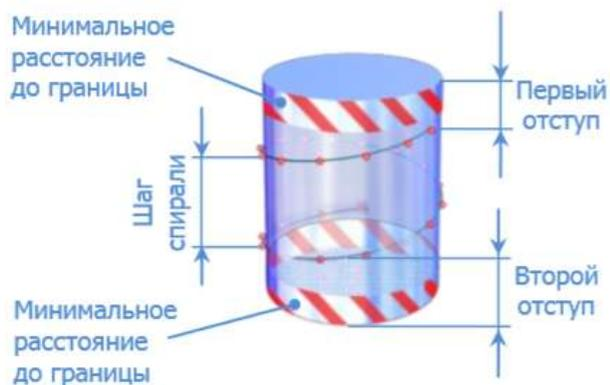

Рисунок 21–Измерение цилиндра по спирали
**Стратегия для цилиндра по спирали.** Точки располагаются на спирали, проходящей по поверхности цилиндра с указанным шагом. Имеется возможность регулировать количество точек на шаг спирали, а также отступы сверху и снизу (рисунок 21).